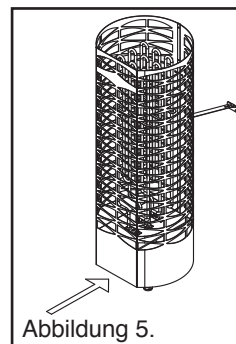

Abbildung 5.
- Der Spannungsschalter des Saunaofens befindet sich an der Vorderseite unten. (Abb. 5)